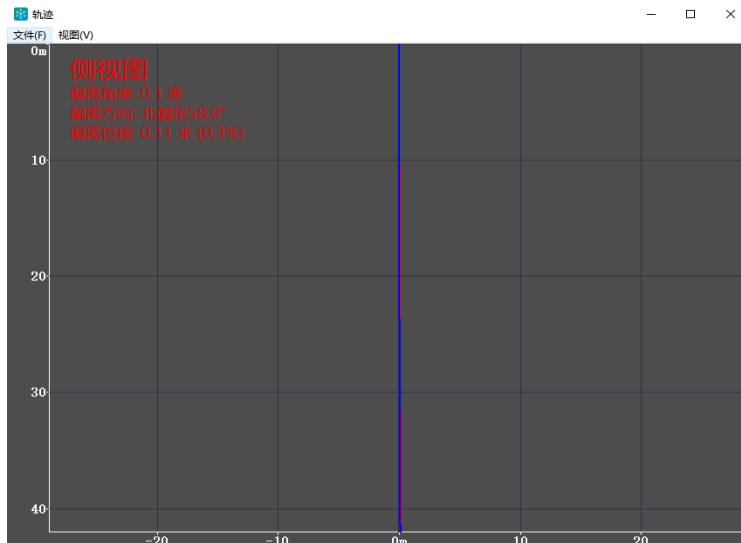

图 3-8 轨迹窗口
- 16) 轨迹信息：可以查看测孔偏离角度、偏离方向以及偏离位移信息，如图 3-8。